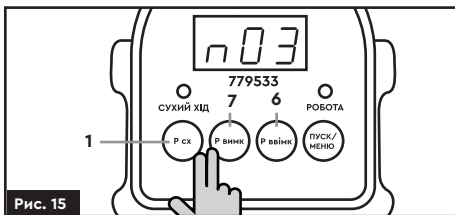

Рис. 15
Для переходу до меню налаштування одночасно натисніть кнопки «Р сх» (1) та «Р вимк» (7). На дисплеї почне блимати напис «п03» (рис. 15).
Щоб збільшити значення часу, короткочасно натисніть на кнопку «Р вимк» (7) (рис. 15).
Щоб зменшити значення часу, короткочасно натисніть на кнопку «Р ввімк» (6) (рис. 15).